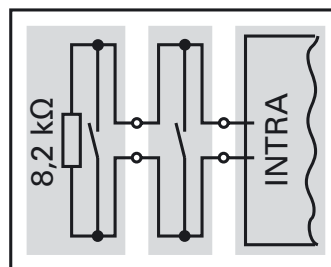

Fig. 10
- Bordi di sicurezza collegati allo stesso morsetto di ingresso devono essere collegati fra loro in serie (fig. 10)
- L'ultimo bordo di sicurezza deve essere equipaggiato con una resistenza di 8,2 kOhm (fig. 10)